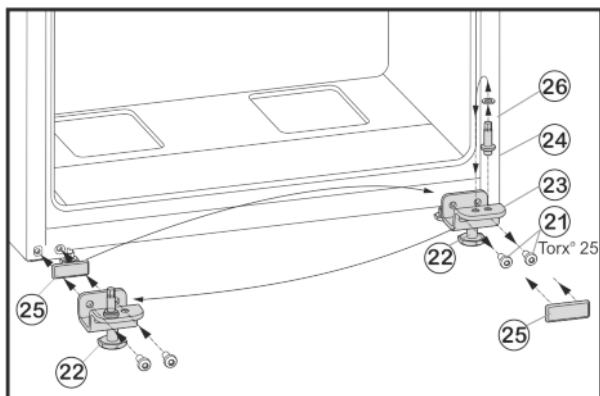

Fig. 6
- ▶ Открутите крепежные винты Fig. 6 (21).
- ▶ Снимите нижний опорный кронштейн Fig. 6 (23) вместе с опорным пальцем Fig. 6 (24), шайбой Fig. 6 (26) и регулируемой опорой Fig. 6 (22).
- ▶ Открутите опорный палец Fig. 6 (24) вместе с шайбой Fig. 6 (26) и, переставив в отверстие на противоположной стороне опорного кронштейна, снова прикрутите.
- ▶ Аккуратно снимите защитную пластину Fig. 6 (25) и переставьте ее на противоположную сторону.
- ▶ Прикрутите нижний опорный кронштейн Fig. 6 (23) вместе с опорным пальцем Fig. 6 (24), шайбой Fig. 6 (26) и регулируемой опорой Fig. 6 (22) с новой стороны шарнира (с моментом 4 Нм), при необходимости используйте аккумуляторный шурупверт.
- ▶ Установите нижнюю дверцу сверху на опорный палец Fig. 6 (24).
- ▶ Выверните регулирующую опору Fig. 6 (22) на нижнем опорном кронштейне Fig. 6 (23) до ее соприкосновения с полом.